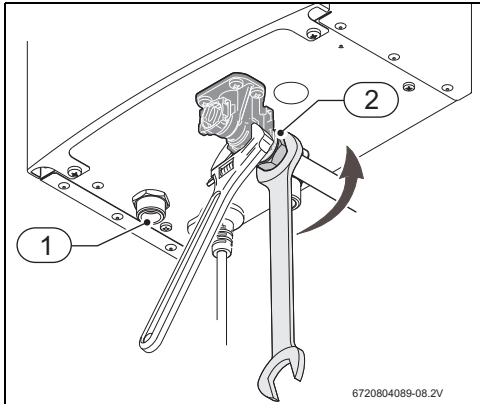

Fig. 13 Ligação da água
- ▶ Ao apertar a ligação de água fria, fixar o bloco de água conforme indicado na Fig. 13.
- ▶ Efetuar as ligações de entrada (Fig. 13, [2]) e saída (Fig. 13, [1]) de água utilizando os acessórios de ligação fornecidos ou recomendados.